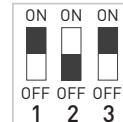

Рис. 1.
- При необходимости плавного включения переведите DIP-переключатель номер 1 в положение ON, как изображено на рис. 1.
- При необходимости снижения максимальной яркости переведите DIP-переключатели номер 2, 3 показанные на рис. 1, в требуемые положения в соответствии с таблицей.